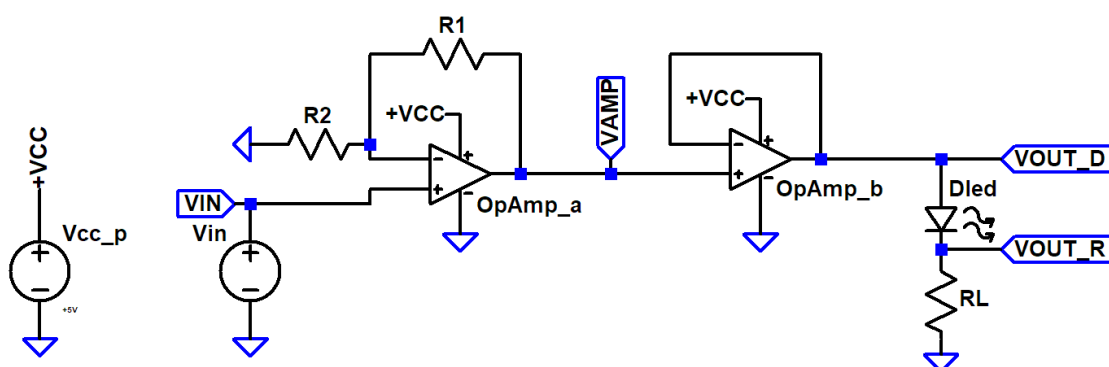

Figura 1. Disseny A: sistema d'amplificació i control d'un LED a partir de amplificadors operacionals
En aquest primer exercici, us proposem implementar amb KiCad un driver basat en amplificadors operacionals (OpAmps) per controlar LEDs. La **figura 1** mostra el circuit a implementar, que resulta útil quan volem controlar la brillantor d'un LED.
- A.10. Abans de continuar amb el disseny, verificarem el correcte funcionament del circuit de la **Figura 1**. El simularem fent servir **LTspice**: